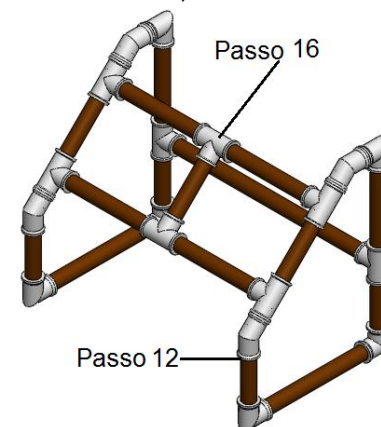

Figura 20. Passo 17 - Esquema de Montagem
-Passo 17: Acrescente o segundo conjunto formado no passo 12 ao conjunto feito no passo anterior, como mostrado na figura 20;